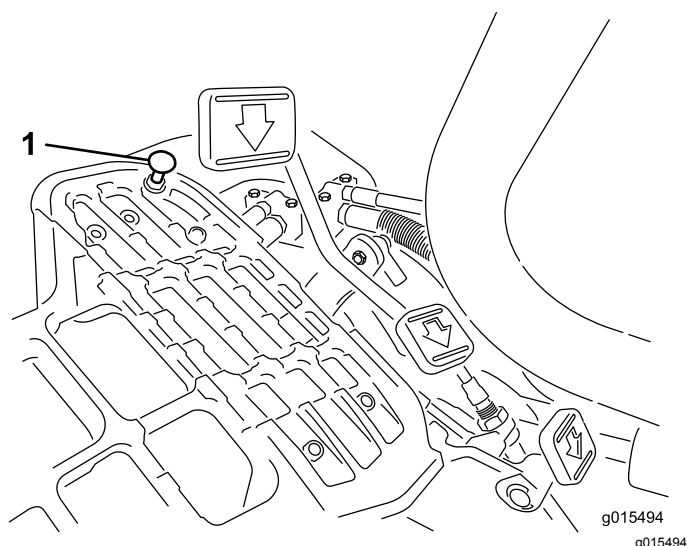

Figure 33
Pour obtenir la vitesse de transport maximale, placez le sélecteur de fonction en position de TRANSPORT et appuyez sur la pédale de déplacement. Si la pédale touche la butée (Figure 33) avant que la tension soit ressentie sur le câble, procédez comme suit :
1. Placez le sélecteur de fonction à la position de TRANSPORT et desserrez le contre-écrou de fixation de la butée de pédale au plancher (Figure 33).